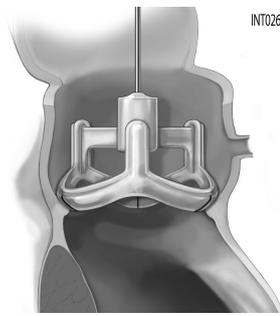

Figura 4
4. El extremo de réplica del mismo calibrador puede usarse para verificar un ajuste y una orientación adecuados de la sección supraanular de la válvula en la raíz aórtica. El ajuste adecuado incluye una buena ubicación en el anillo aórtico y nada de interferencia en los postes de comisuras de la válvula con la pared aórtica en la unión sinotubular o con los orificios de los senos aórticos (Figura 4). Utilice los marcadores de orientación negros en el extremo de la réplica para evaluar la colocación de la sutura guía en el anillo.